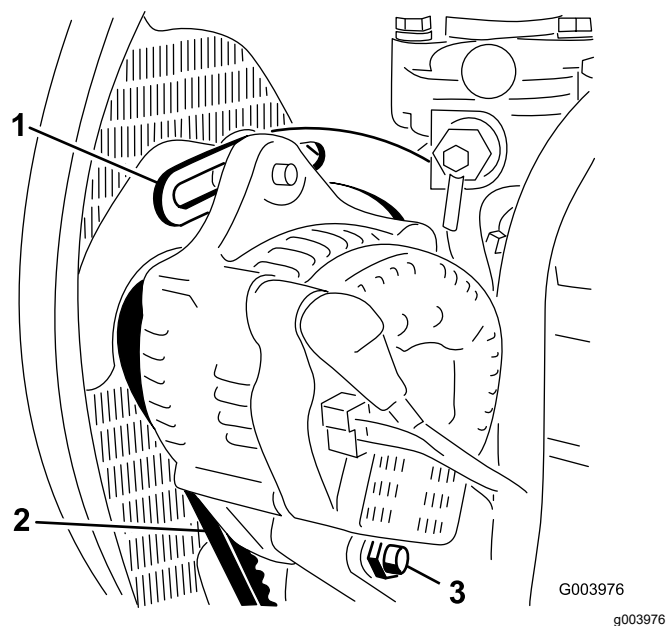

Figure 55
2. Contrôlez la tension de la courroie d'alternateur (Figure 55) en exerçant une force de 10 kg à mi-distance entre les poulies d'alternateur et de vilebrequin.
3. Desserrez le boulon de fixation du renfort au moteur (Figure 55), le boulon de fixation de l'alternateur au renfort et le boulon de pivot.